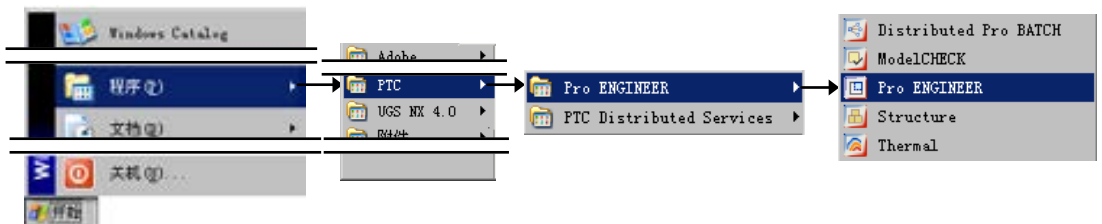

图 3.4.1 Windows “开始”菜单
Step2. 如图 3.4.1 所示, 选择 开始 菜单 → 程序 (P) → PTC → Pro ENGINEER →